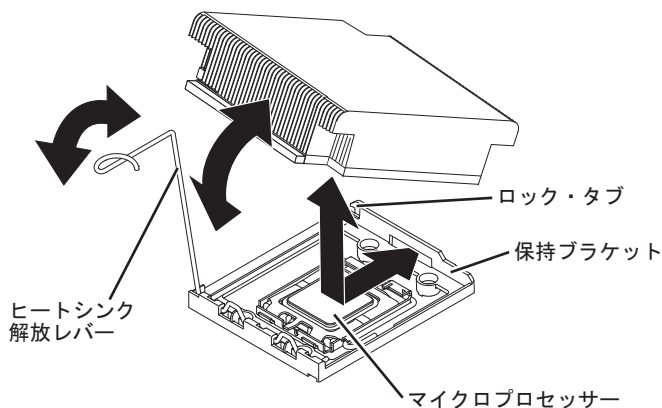

図 46. マイクロプロセッサの上でのヒートシンクの位置合わせ
16. 熱伝導グリースが付いた面を下にして、ヒートシンクをマイクロプロセッサ上で位置合わせします。図 46を参照してください。